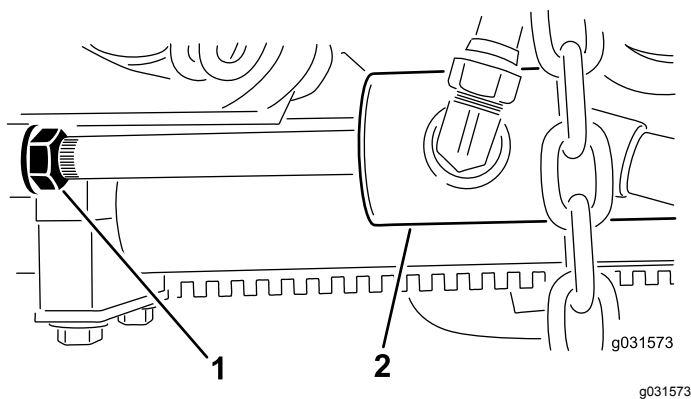

Figure 15
- B. Desserrez l'écrou de blocage sur le vérin (Figure 15).